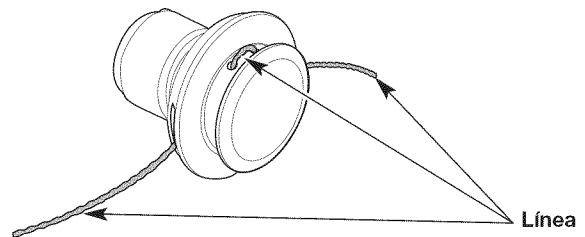

Fig. 17
4. Hale los extremos de la línea hasta que la misma esté apretada contra el cabezal de corte. Asegúrese de que los extremos de la línea sean de igual longitud (Fig. 17).